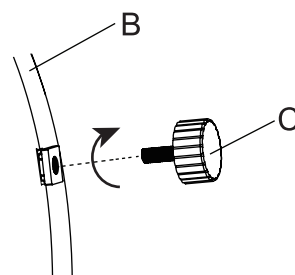

Figure 1
1. Ar otra cilvēka palīdzību uzmanīgi novietojiet ugunsbedri (B) uz līdzenas, neabrazīvas virsmas, lai izvairītos no skrāpējumiem. Pārbaudiet apakšējos stūrus, izlīdziniet kājiņas (C) ar skrūvju caurumiem un pievelciet pulksteņrādītāja virzienā (skatīt Figure 1).